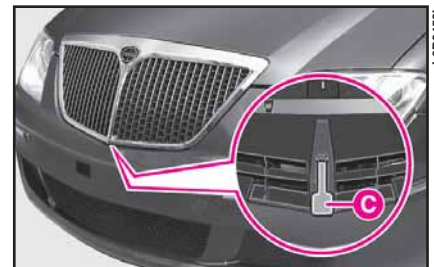

fig. 152
– sollevare la leva **C** (fig. 152) del cofano motore;